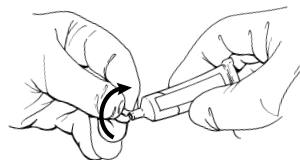

FIGURA 9
- 4b. Rompa la punta del tubo del gel (Figura 9).